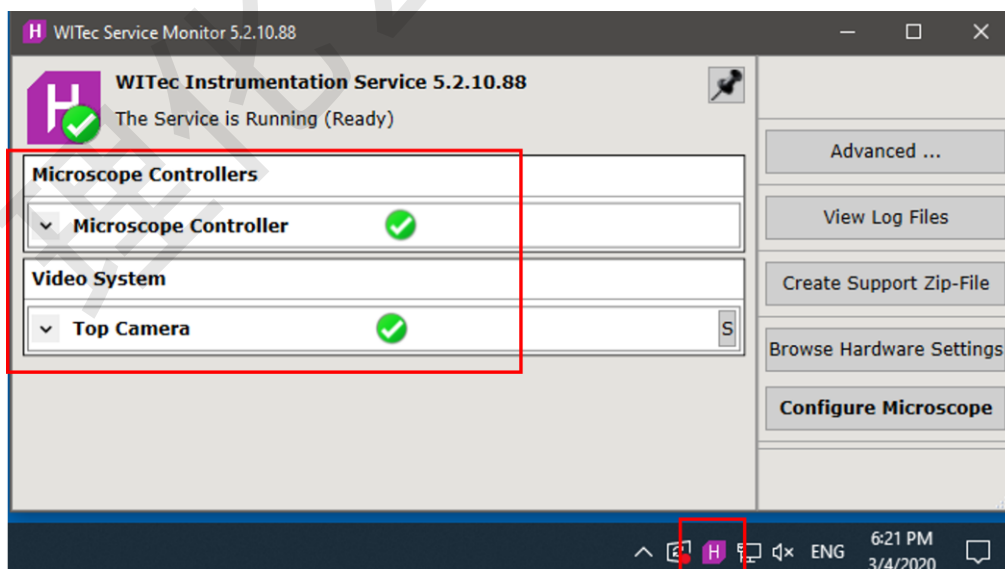
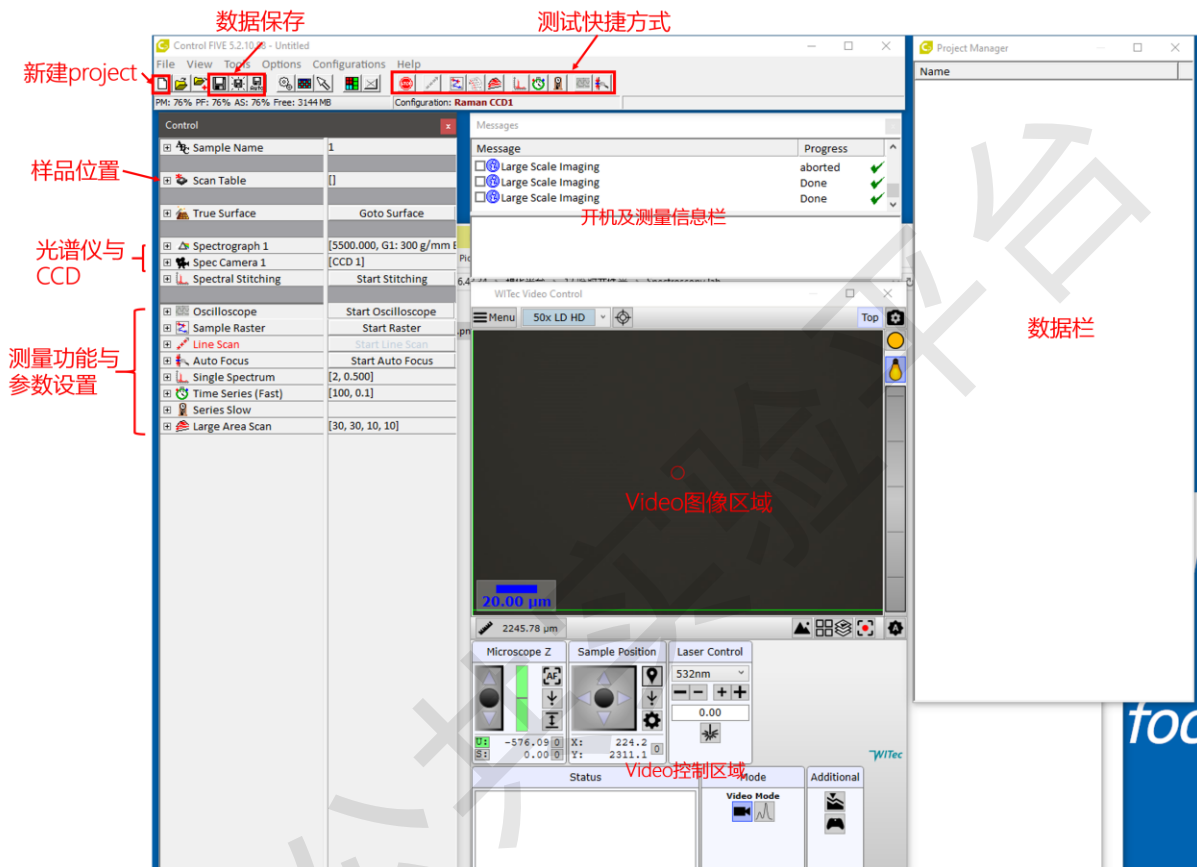

图 4-3 WITec Service Monitor 界面
图 4-4 拉曼光谱测试【Control FIVE】软件操作界面
4.2.1 打开控制软件之前,先点击桌面右下角的紫色  标图,如图 4-3,确认【Microscope controller】和【Top camera】状态正常。再打开【Control FIVE】软件,弹出软件对话框,如下图 4-4 所示。软件界面包括四个部分:【Control】控制栏,【Message】信息栏,【Project Manager】数据栏,【WITec Video Control】图像区域。